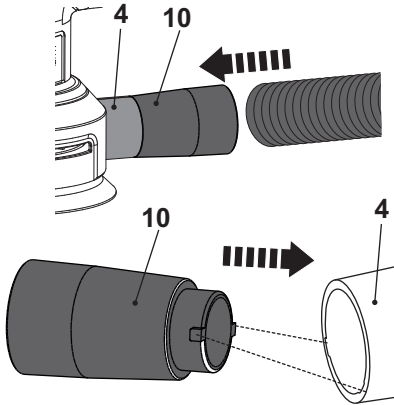

Fig. 5
- > Raccordez un dispositif d'extraction de poussière approprié, par exemple un aspirateur adapté ( $\varnothing$  35 mm), sur l'adaptateur d'extraction de poussière (10). Alignez les languettes (10) avec les rainures (4), puis introduisez l'adaptateur d'extraction de poussière (10) dans l'embout d'évacuation de la poussière (4). (Fig.5)